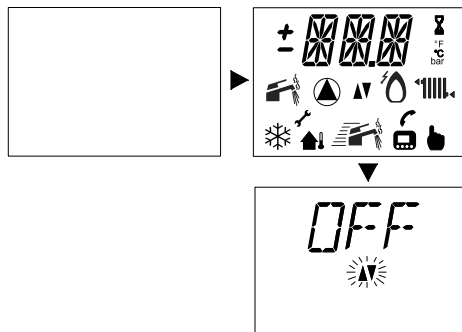

Figura 2.2
- Alimentate elettricamente la caldaia azionando l'interruttore bipolare previsto nella installazione. Il display LCD visualizza la sequenza di Figura 2.2.